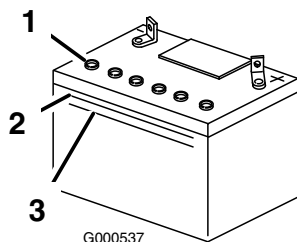

Figure 33
1. Observez le côté de la batterie. Le niveau de l'électrolyte doit atteindre le trait **supérieur** (Figure 33). Le niveau d'électrolyte ne doit pas descendre au-dessous du trait inférieur (Figure 33).
3. Enlevez les bouchons d'aération de la batterie (Figure 33)
4. Versez de l'eau distillée avec précaution dans chaque élément jusqu'au repère supérieur (Figure 33) sur le côté de la batterie.
5. Attendez cinq à dix minutes après avoir rempli les éléments. Au besoin, ajoutez de l'eau distillée pour amener le niveau jusqu'au repère supérieur sur le côté de la batterie (Figure 33).